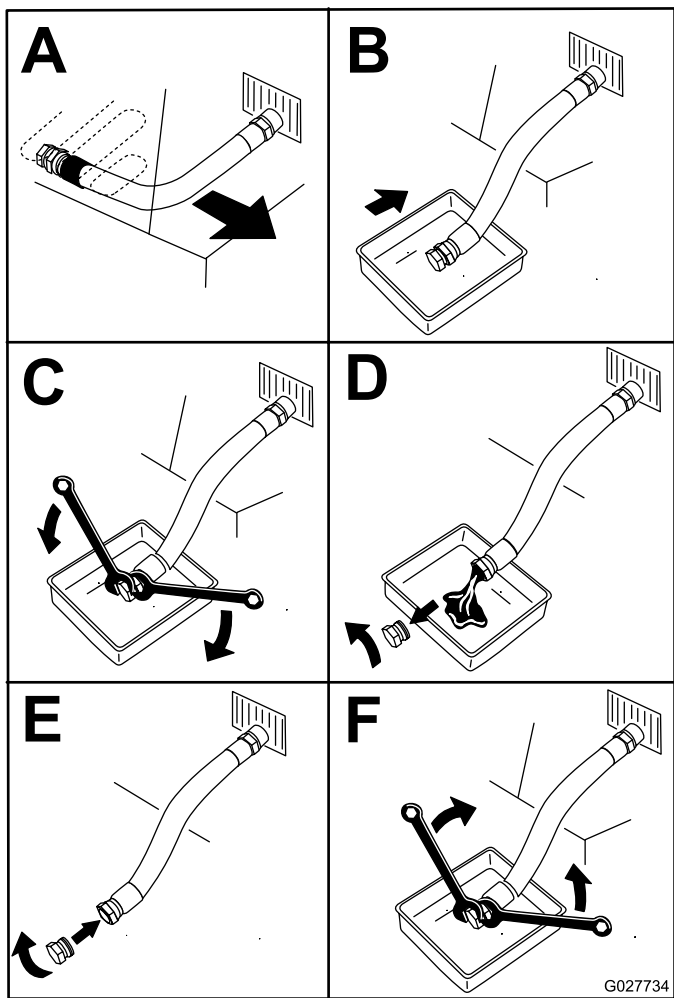

Figura 46
5. Drene el aceite del motor (Figura 46).